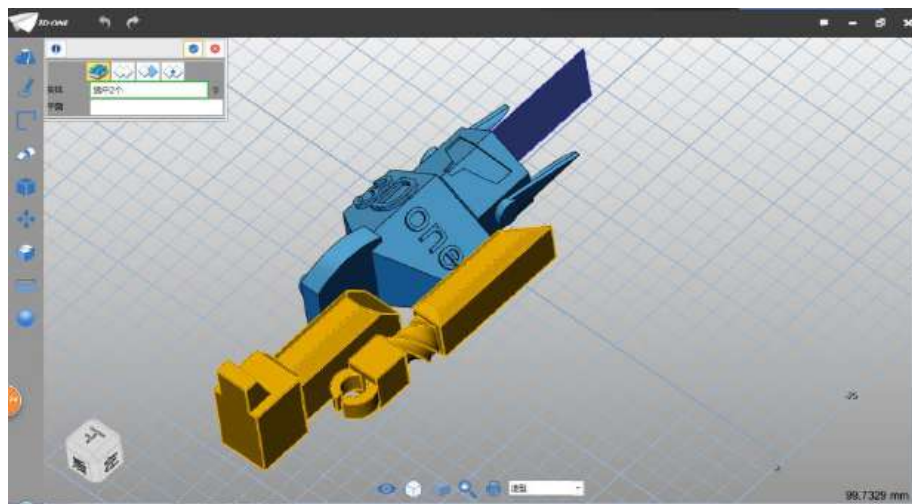

图 4-17
Step 17 点击确定，完成拉伸。选择移动命令，选择腿部造型，点击工作区坐标轴的 X 轴（红色），在弹出的对话框中输入-0.1，点击确定，完成移动，如下图 4-17 所示：
命令 ，实体选择手部和腿部造型，如下图 4-17 所示：